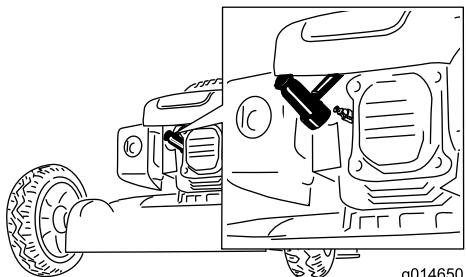

Figura 39
- Staccate il cappellotto dalla candela (Figura 39) prima di eseguire interventi di manutenzione.